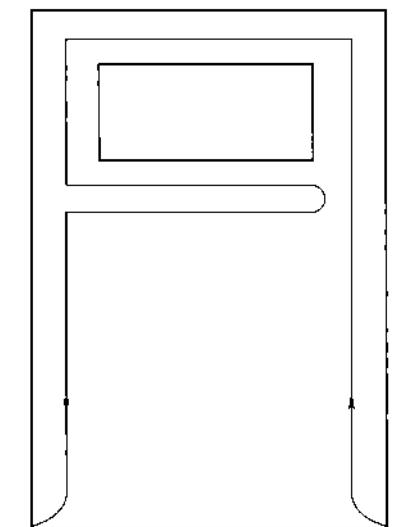

图 1-10 门框防露管示意图
(5) 箱体顶面装饰板 箱体顶面装饰板大多采用复合塑料板，下垫聚苯乙烯泡沫板，可用于放置轻巧的装饰物。
(6) 门铰链 电冰箱在箱门框上设有门铰链，用于安装和调整电冰箱箱门。
(7) 门框防露管 为防止电冰箱门封处结露，许多电冰箱都设有门框防露管，如图 1-10 所示。门框防露管是从冷凝器出口处通到电冰箱门口四周边框上，利用高压制冷剂放出的热量，使门封处温度维持在箱外空气露点温度以上，防止结露造成箱体锈蚀。